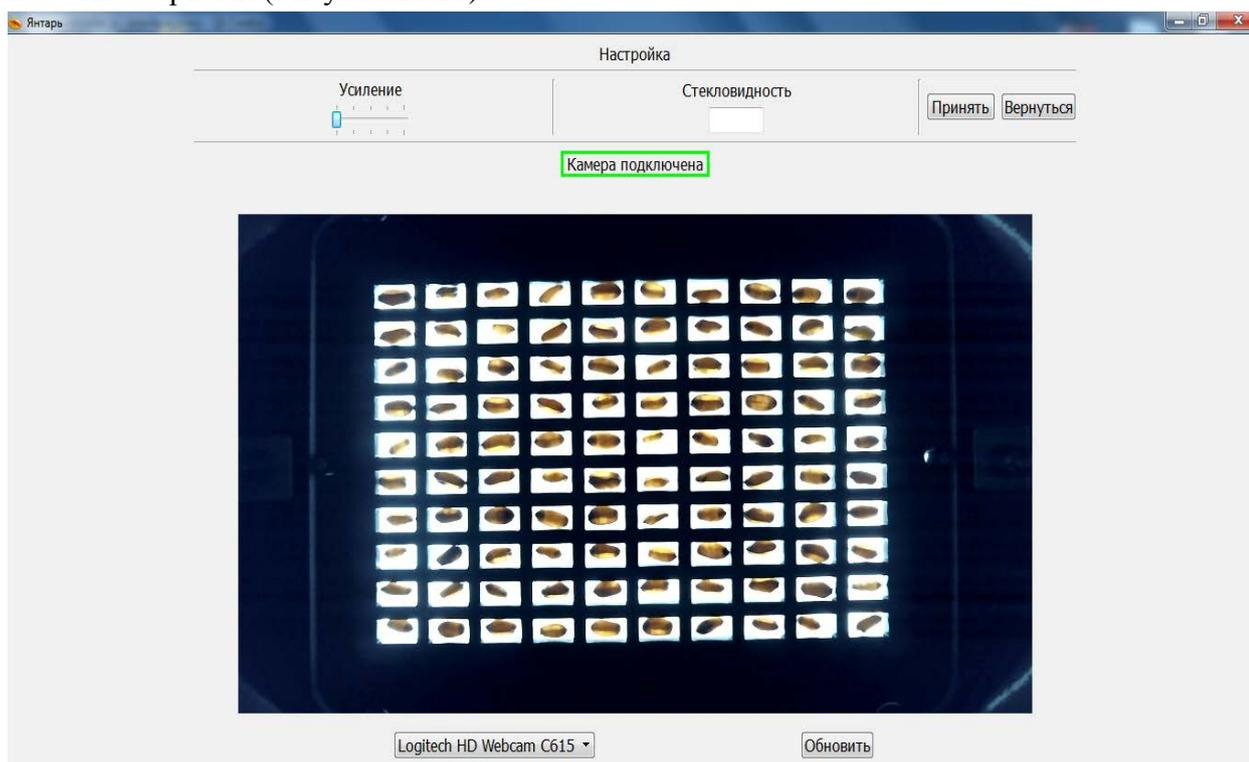

Рисунок 15.10. Настройка
- На экране откроется окно настройки усиления интенсивности освещения (яркости) кассеты с зёрнами (Рисунок 15.10)